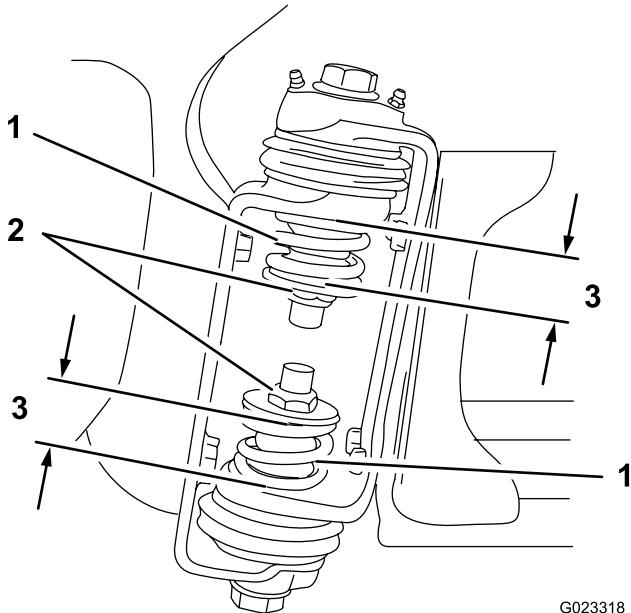

Bild 16
2. Messen Sie am Scharnier des Auslegers die Komprimierung der oberen und unteren Federn, wenn die Ausleger ausgefahren sind (Bild 16).